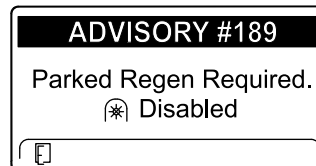

Bild 77
- Wenn Sie eine geparkte Regenerierung nicht innerhalb von zwei Stunden durchführen, wird im InfoCenter „Parked regeneration required – power takeoff disabled ADVISORY #189“ angezeigt (Bild 77).